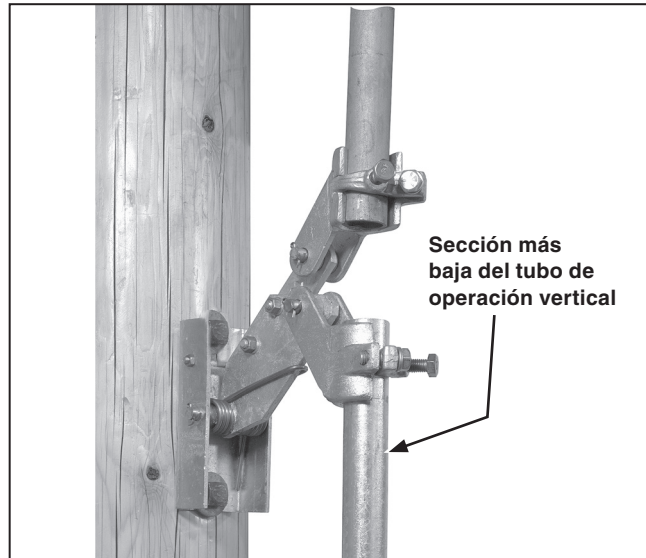

Figura 29. Instalar la sección más baja del tubo de operación vertical en la guía de la varilla.
PASO 27. Inserte el extremo superior de esta sección del tubo en la guía de la varilla más baja o (si únicamente se usa una sección del tubo de operación vertical) el acoplamiento de desplazamiento añadido a la palanca impulsora del interruptor. Mientras sostiene la palanca de operación en un punto de aproximadamente 20 grados desde la posición **Closed (Cerrado)**, apriete el tornillo de abrazadera del acoplamiento de la guía de la varilla (o la palanca impulsora del interruptor). Ver Figura 29.